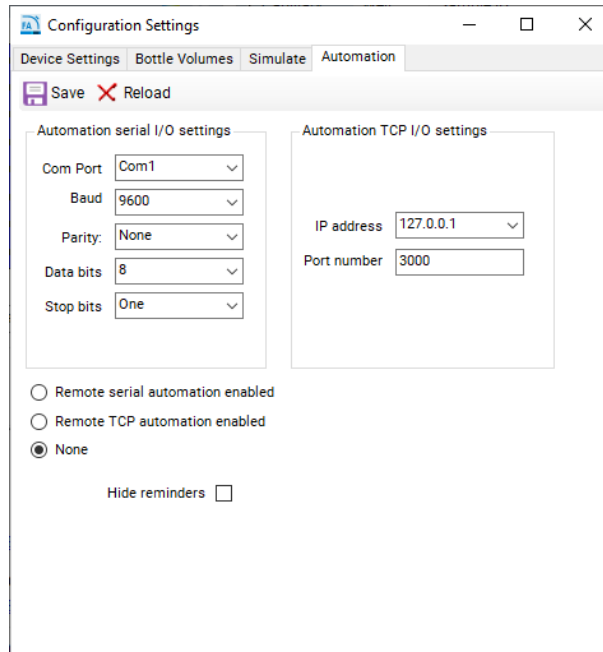

Abbildung 108 Menü zur Konfiguration der Automatisierung im 5400 Fragment Analyzer
Das Fenster **Configuration Settings** (Konfigurationseinstellungen) wird geöffnet (**Abbildung 108**).
- 7 Um die serielle Portkommunikation zu aktivieren, wählen Sie **Remote serial automation enabled** (Remote-Seriell-Automatisierung aktiviert) und vergewissern Sie sich, dass die Parameter auf die in Abschnitt „**Technische Daten zur Kommunikation des 5400 Fragment Analyzer**“ auf Seite 168 angegebenen und in **Abbildung 108** angezeigten Parameter eingestellt sind.